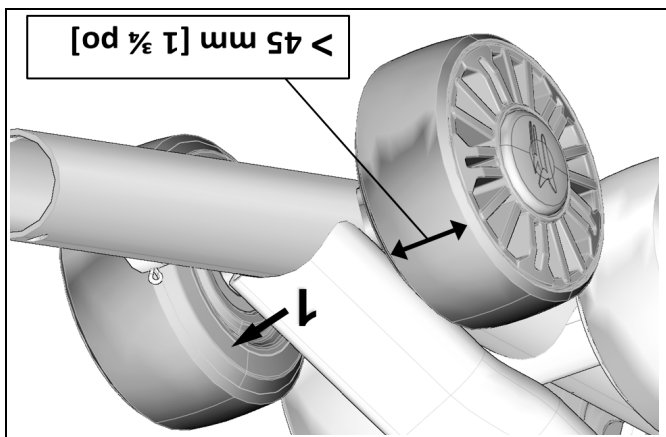

Figure 30
Vérifier l'usure des roulettes par la bande de contact intérieure (1). Si la bande est perforée et/ou la largeur de la roulette est inférieure à 45 mm, remplacer la roulette. Elle n'offre plus un support adéquat à la chenille et les guides peuvent s'user prématurément. Référez-vous à la Figure 30.